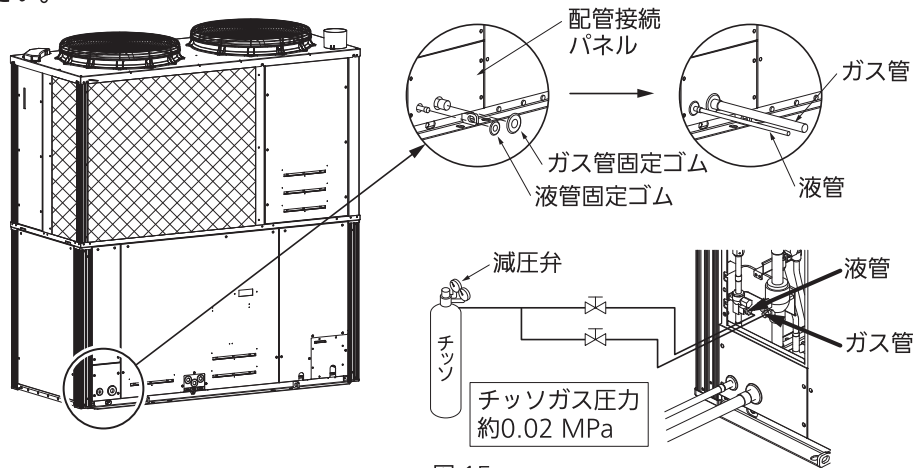

図 15
- 配管接続パネルからガス管、液管の固定ゴムを取りはずす。(図 15)
- ガス管、液管の固定ゴムを元通りに取りつける。(図 15)